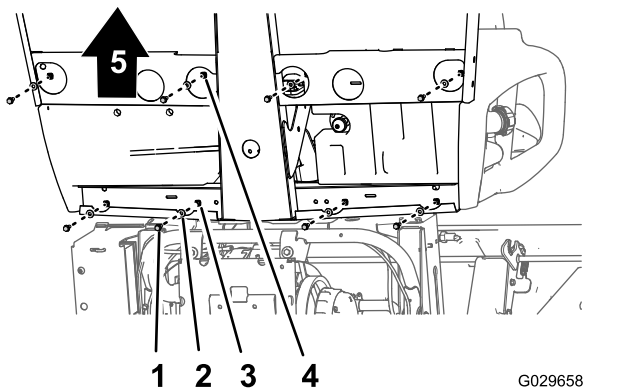
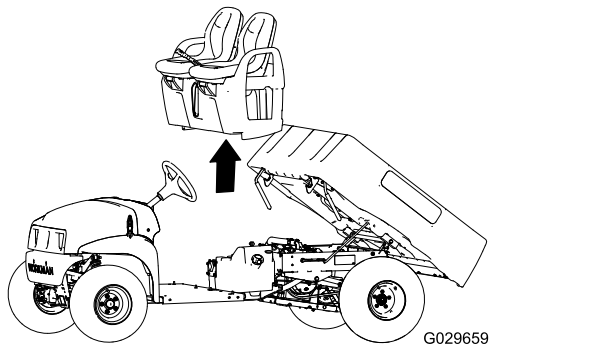

Figure 44
Figure 45
1. Au bas de la machine, retirez les 8 boulons à embase et les 8 rondelles qui fixent la base des sièges au plancher et au profilé arrière de la cabine (Figure 44).
- Déposez les sièges, la base et les câbles de frein de stationnement de la machine (Figure 44) avec précaution.
1. Soulevez les sièges et sa base sur la machine et alignez les câbles de frein avec le châssis (Figure 44 et Figure 45).
2. Alignez les trous dans la base des sièges et les trous dans le plancher et le profilé arrière de la cabine (Figure 44 et Figure 45).